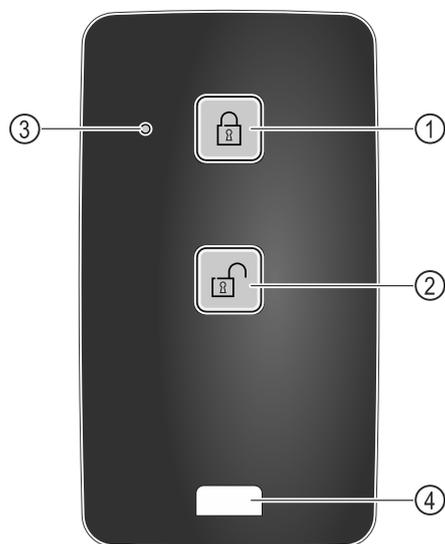

Fig. 212
- ▶ 按下遥控器上的按键 Fig. 212 (1)。
- ▶ 按下遥控器上的按键 Fig. 212 (2)。
- ▶ 状态 LED Fig. 212 (3) 在按下按键时给出视觉反馈。
- ▶ 孔眼 Fig. 212 (4) 用于固定遥控器，例如固定在钥匙串上。